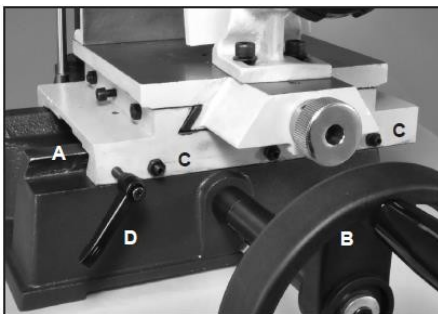

Рис. 18
Нижняя опорная плита (поз. 52) служит для перемещения стола влево/вправо по отдельным направляющим типа "ласточкин хвост". Рис. 18, А. Перемещение производится при помощи переднего маховика (поз. 33) (В).
1. Чтобы ход плиты стал более свободным, или наоборот, тугим, давление на направляющие можно отрегулировать с помощью трех винтов с гайками (поз. 47, 48), которые расположены в передней части плиты. Рис. 18, С. Винты прижимают пластину (поз. 24), которая опирается на пазы плиты типа "ласточкин хвост".
2. Чтобы зафиксировать подвижную плиту в одном положении, необходимо затянуть винт с рукояткой (поз. 49) (D). Это может понадобиться для выполнения повторяющихся операций при обработке большой партии одинаковых заготовок.